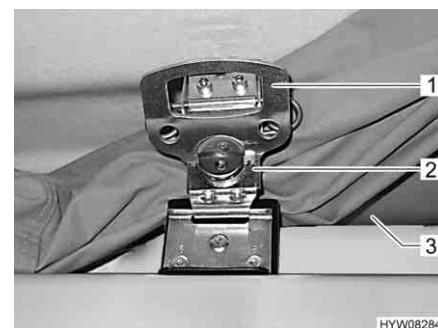

Fig. 46 Serratura rapida, bloccata
- Ruotare la maniglia (Fig. 46,1) sulla serratura rapida (Fig. 46,2) in senso orario di mezzo giro.
- Avvolgere la tenda (Fig. 46,3) e spingerla dietro il bordo.